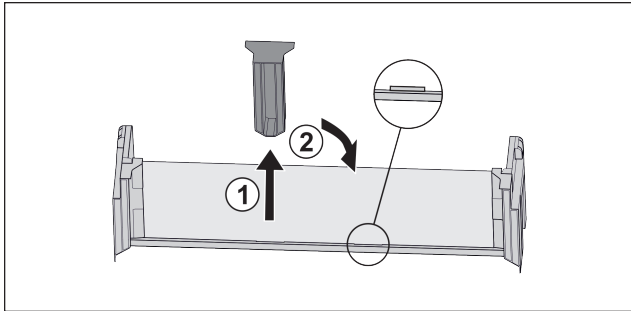

Fig. 17
- ▶ Extraire la pièce de retenue centrale Fig. 17 (1).
- ▶ Insérer la pièce de retenue centrale en deuxième position Fig. 17 (2).